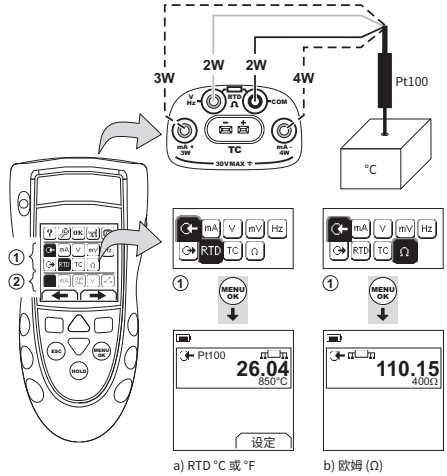
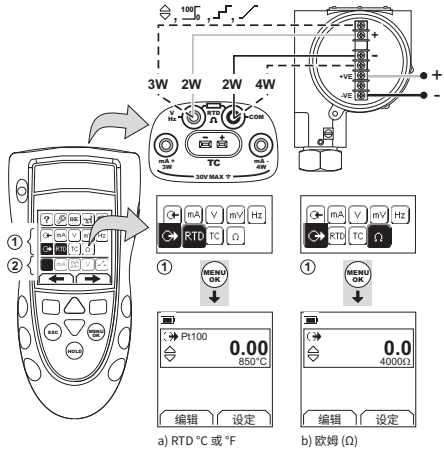

图 7：示例配置 - 测量温度或电阻
图 8：示例配置 - 模拟温度或电阻
- 1. 连接设备（图 7 与图 8），如果有必要，调整设置（表 1）。